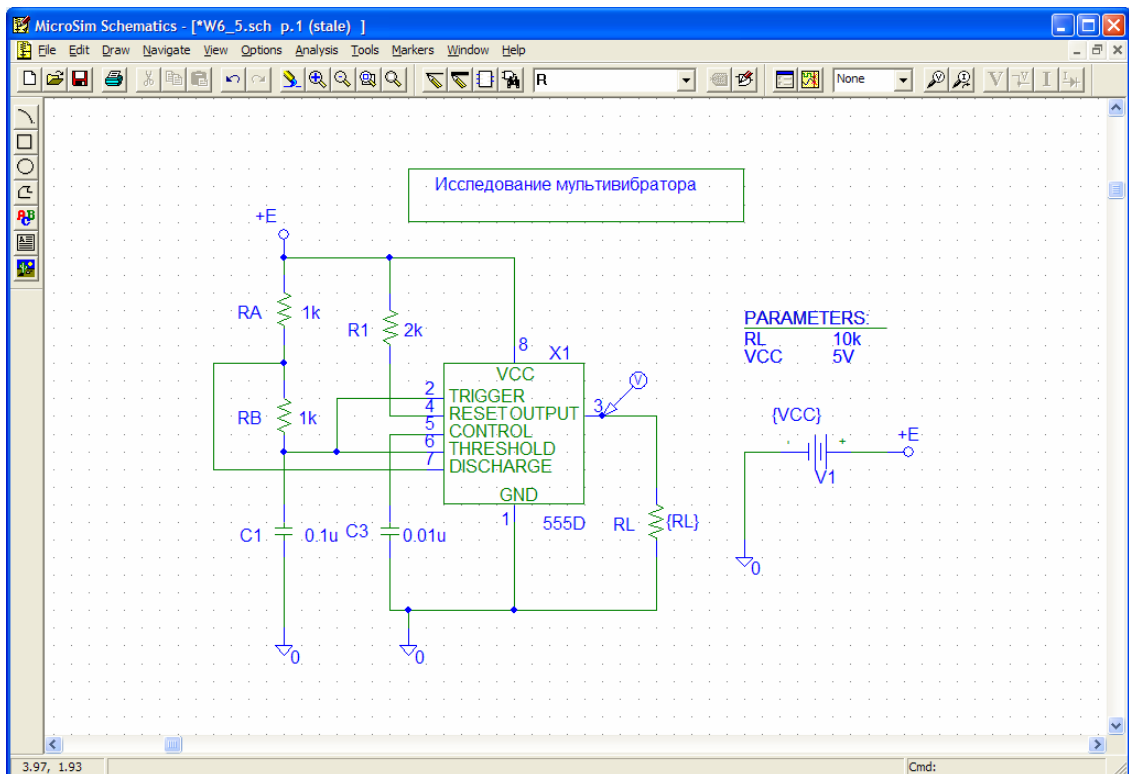

Рис. 6.5.4
1. Собрать схему мультивибратора на интегральном таймере (рис. 6.5.4). Установить значения элементов, полученные в ходе предварительного расчета. Установить напряжение питания в соответствии с табл. 6.5.1.